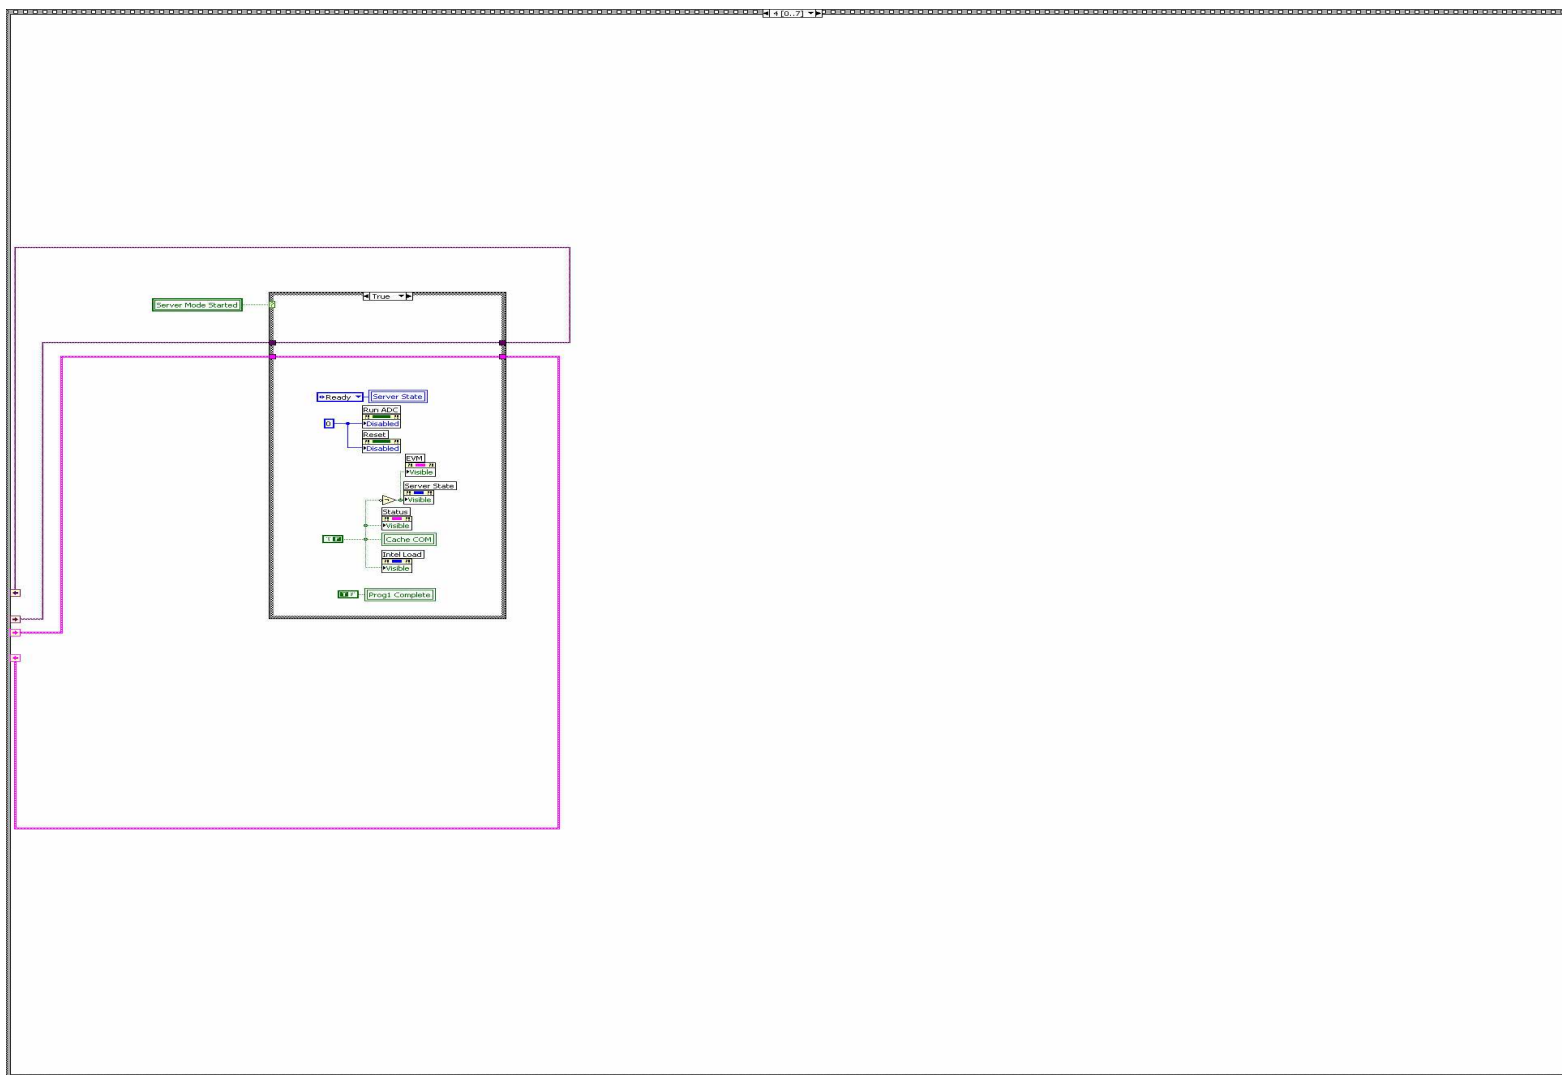

图 4. 跳过十六进制数据传输
- 步骤 4：如果 MSC 设备处于服务器模式，则设置标记从而在下一步骤中禁止加载十六进制文件。如果 MSC 未处于服务器模式，则向 MSC 发送 *[cr]* 以强制其响应（请参阅图 4）。